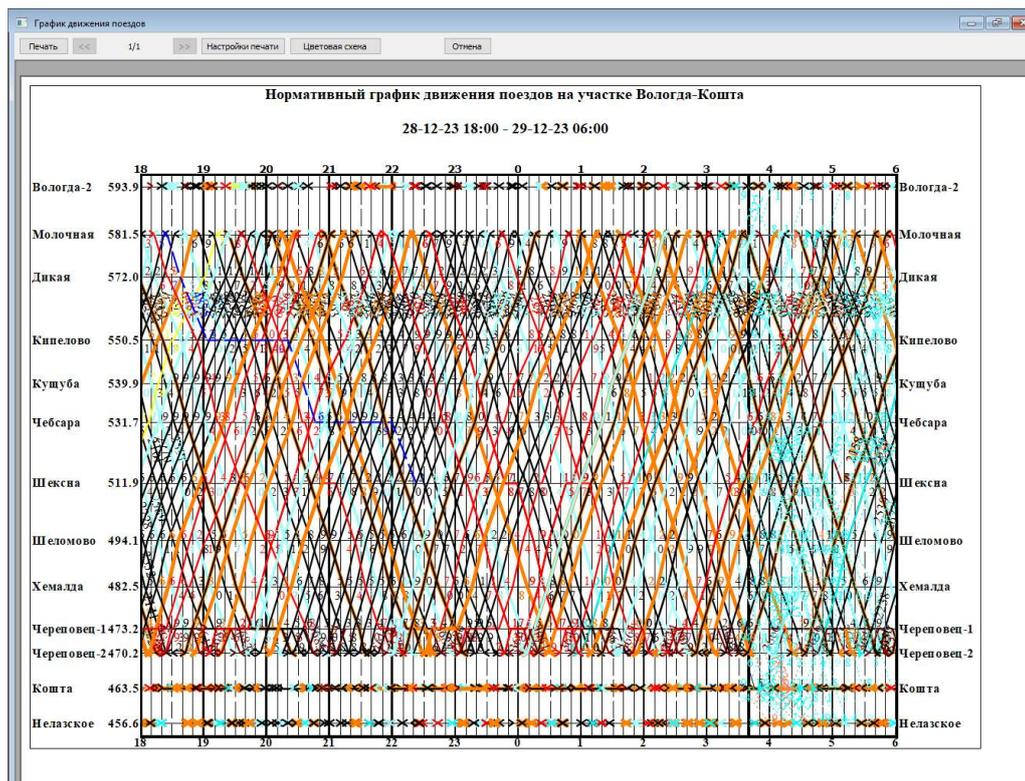

Рис.134. Макет листа нормативного графика.
После выбора и настройки печатного устройства нажмите кнопку «ОК», чтобы перейти к просмотру макета листа графика (см. рис. 134)
5. Закончив подготовку макета бумажного графика нужно нажать на кнопку «Печать» (см. рис. 134).